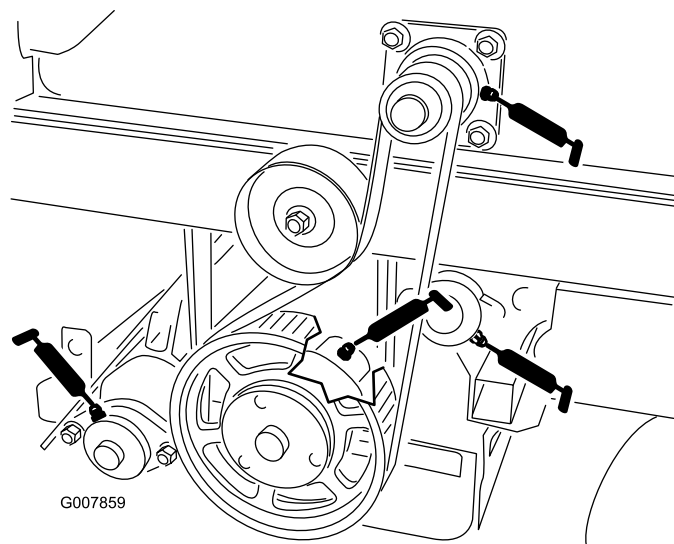
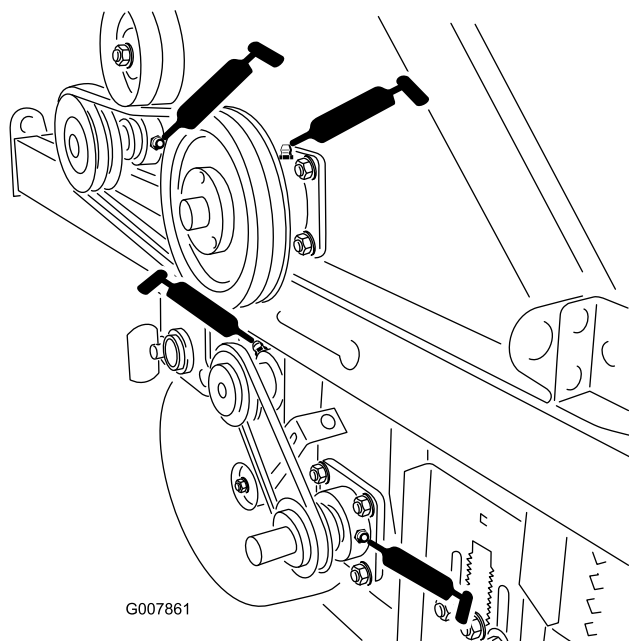

Рисунок 40
Рисунок 42
- Узел измельчителя (2 шт.), Рисунок 42 и Рисунок 40.
- Поворотный угольник (2 шт.), Рисунок 42 и Рисунок 40.
- Подборочная щетка (2 шт.), Рисунок 42 и Рисунок 40
- Задний валик (2 шт.), Рисунок 40.